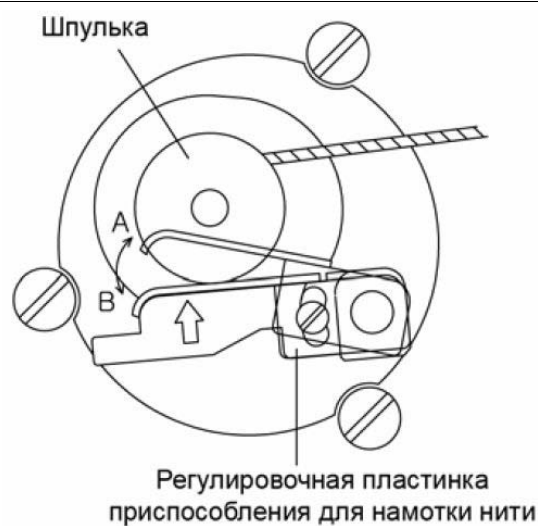

Рисунок 32 – Регулировка количества намотанной на шпульку нитки
*Регулировка количества намотанной на шпульку нитки* (рисунок 32). Для регулировки количества нитки используют начальное положение пластинки устройства для намотки. Если количество намотанной нитки велико, ослабить винт на пластинке и повернуть ее в направлении А. И наоборот, если количество намотанной нитки мало, повернуть пластинку в направлении В.